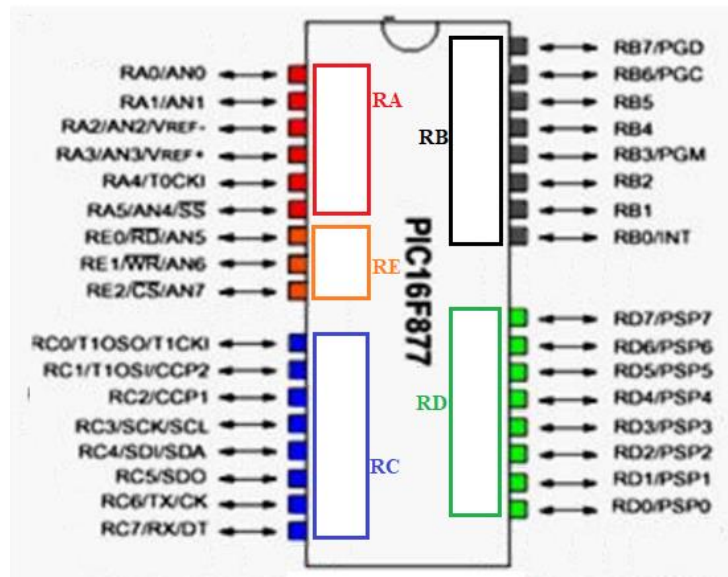

Figure 4.9 Les registres du microcontrôleur 16f877
- les différentes fonctions des registres (figure4.9)